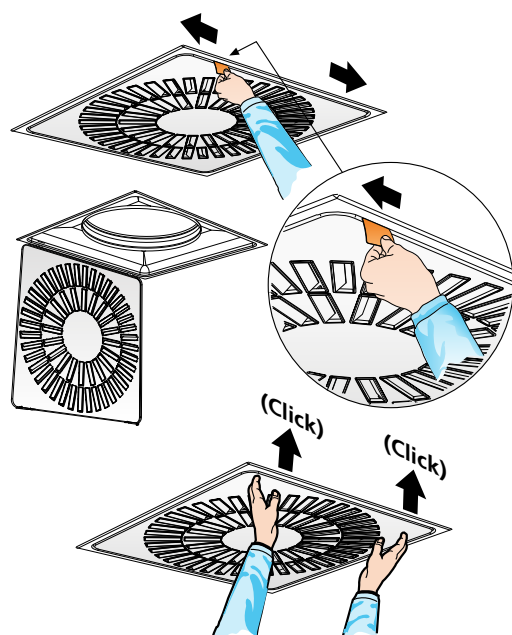

Figure 2. Quick Access – Accès rapide.
- Placer la carte entre la façade du diffuseur et le caisson de manière à libérer les ressorts. Glisser la carte du centre vers l'angle (voir Figure 2).
- L'accès au conduit est possible en démontant le diffuseur (voir figure 2, Accès rapide).